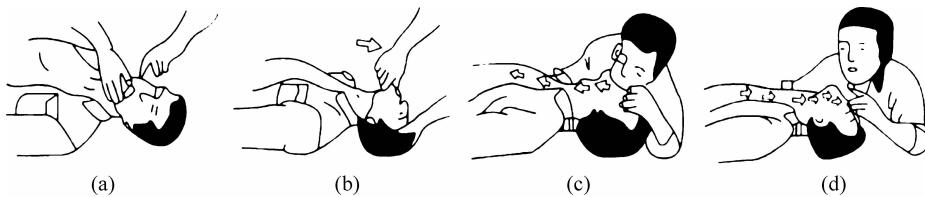

图 1-8 口对口人工呼吸法
① 对不同情况的救治。触电者脱离电源后,应根据实际情况,采取正确的救护方法迅速施救。
② 口对口人工呼吸法。口对口人工呼吸法适用于有心跳但无呼吸的触电者。常用的人工呼吸法有3种,分别是口对口呼吸法、俯卧压背法和仰卧压胸法。在这3种人工呼吸方法中,以口对口呼吸法效果最好,也最容易掌握。操作示意图如图1-8所示。